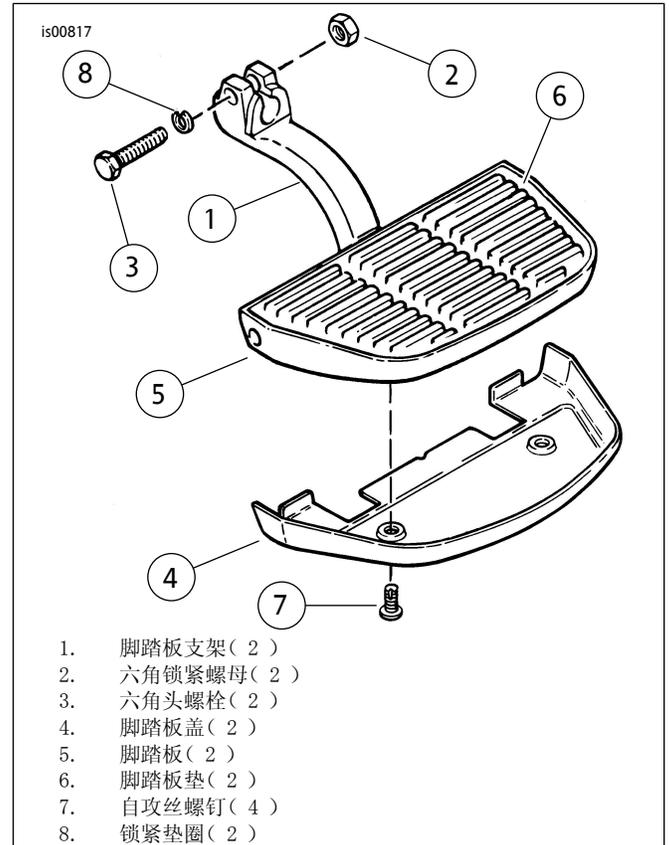
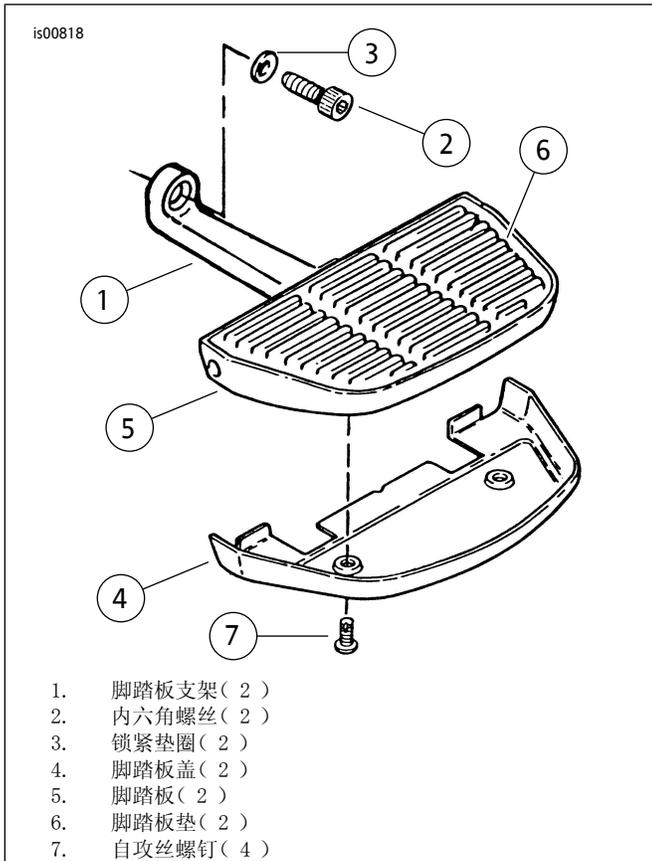

图1. 乘客脚踏板与盖组件-1992年款及之前的车型车辆
图2。乘客脚踏板与盖组件-1993年款及之后的车型车辆
- 对于所有1992年款及之前的车型车辆：参见图1。从摩托车安装螺柱上拆下乘客脚踏板组件，包括脚踏板支架(1)。这需要从脚踏板支架开口套上拆下自锁螺母(2)与螺栓(3)或螺栓(3)与锁紧垫圈(8)，具体取决于脚踏板支架的类型。
对于所有1993年款及之后的车型车辆：参见图2。从摩托车安装螺柱上拆下乘客脚踏板组件，包括脚踏板支架(1)。这需要从脚踏板支架上拆下3/8英寸内六角螺丝(2)和锁紧垫圈(3)。
- 对于所有车型车辆：参见图1或图2。将套件中的盖(4)定位于脚踏板(5)下侧。在脚踏板下侧标记两个盖安装孔的位置。从脚踏板上拆下盖。使用中心冲在脚踏板上标记的每个位置正中心冲出一个小凹痕；这有助于在以下钻孔过程中防止钻头“跑偏”。